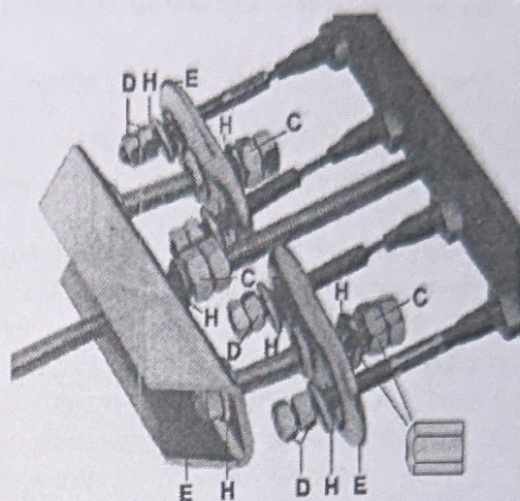

Рис. 7
- c) Выполните пункт b) для двойных (тандемных) осей (рис. 7)